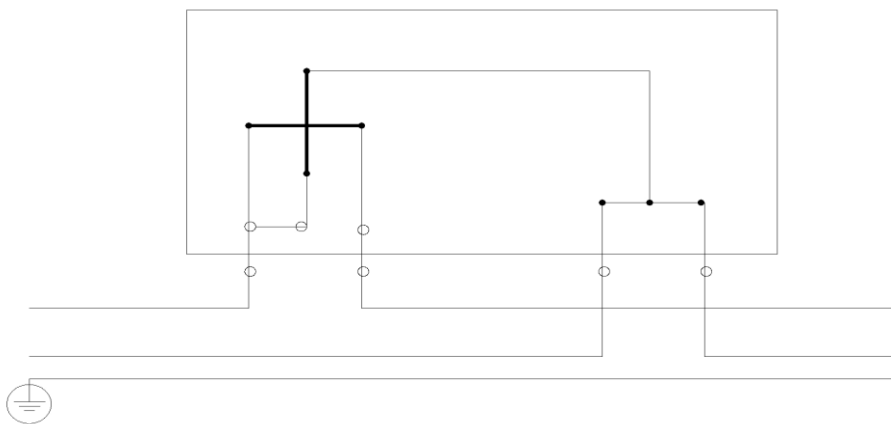

Рис. 1.1.
1.2 Счетчик подключают согласно схеме, приведенной в его техпаспорте (Рис.1.1.). Предварительно выбираем необходимое сечение провода из предоставленной к документации сметы (согласно плану), исходя из максимально возможной нагрузки, которая может проходить через прибор. При подключении многожильного кабеля концы жил необходимо обжимать в наконечниках, чтобы улучшить качество контакта. Если жилы провода монолитные, то данная процедура пропускается.